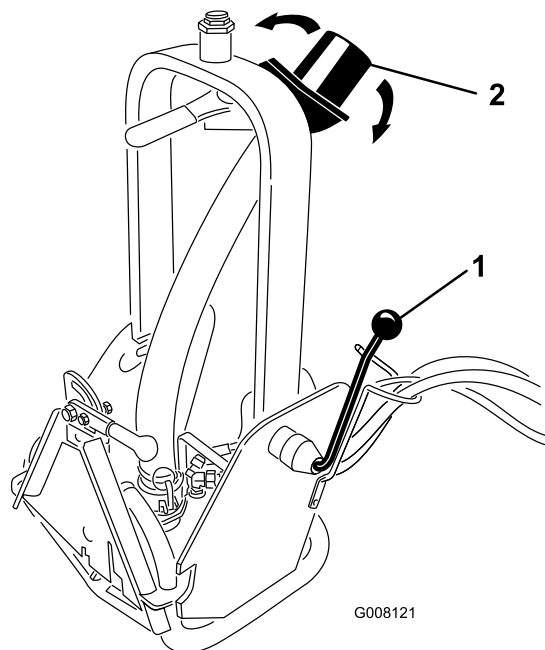

Figura 6
O bico de descarga (Figura 6) pode ser ajustado para cima e para baixo ou de um lado para o outro para direcionar o fluxo para a localização pretendida.
- Rode o manípulo de bloqueio (Figura 6) para desbloquear a coluna de articulação.